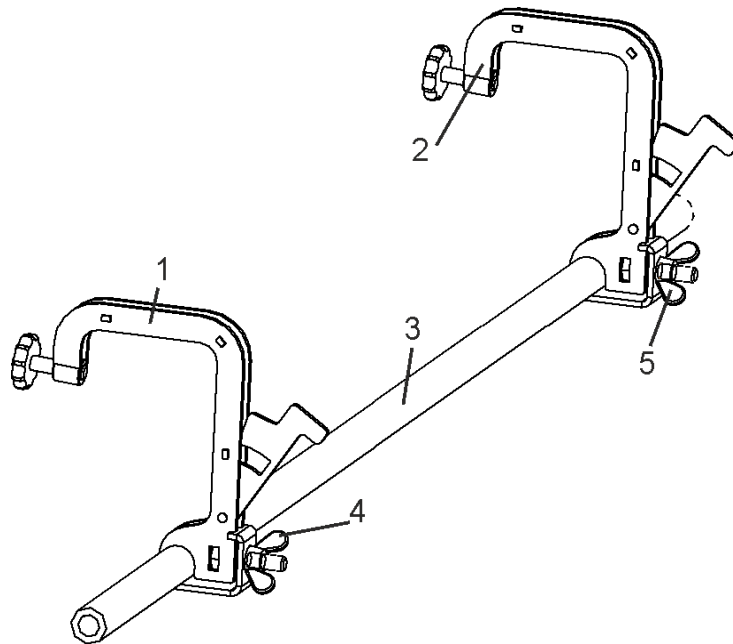

Рис.6 Установка креплений на направляющую шлейфа
1.5.2.3 Для подготовки переносного шлейфа к работе закрепить с помощью гайки 4 (Рис.6) крепление 1 на направляющей шлейфа 3. С помощью гайки 5 закрепить крепление 2. Аналогично закрепить крепления на второй направляющей;